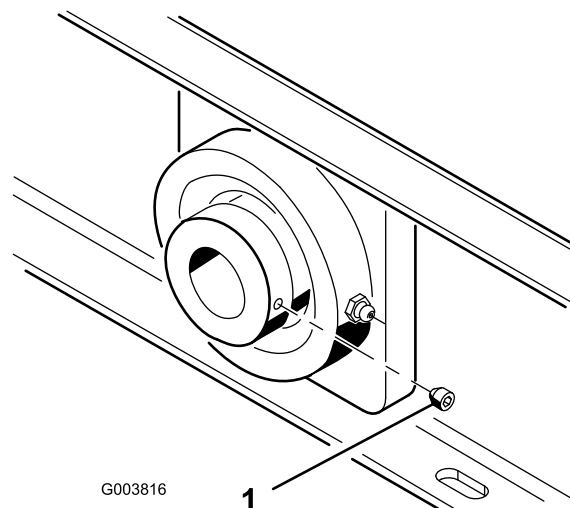

Figura 15
- Os parafusos do rolamento do eixo da ventoinha (Figura 15) devem ser apertados de 6,5 a 9,2 N-m.